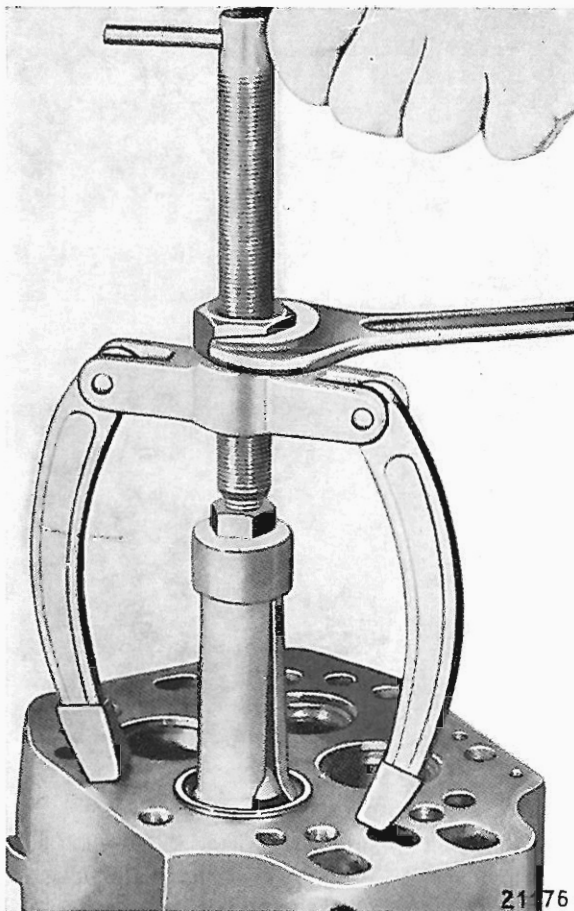

Bild 01-4/6
18. Feststellungsschraube (3, siehe Bild 01-4/3) lösen, Pilotauflage (1) nach unten drücken, bis zur Auflage auf dem Piloten, Feststellungsschraube (3) wieder anziehen.
19. Durch Drehen der Rändelscheibe (6, siehe Bild 01-4/3) Drehstahl in der Höhe so einstellen, daß er gerade frei ist.
20. Zwischen Stelling (7, siehe Bild 01-4/3) und Lünettenlager mit Kugel (8) Fühlerlehre, Parallelendmaß o. ä. schieben (siehe Bild 01-4/7), Lünettenlager nach oben drücken und Lünette (18) spannungsfrei dazu montieren. **Das Maß zwischen Stelling und Lünettenlager ist aus der Tabellenspalte Tiefe „t“ (oberes Maß) zu entnehmen.** (Siehe Arb.-Nr. 01-0/4)